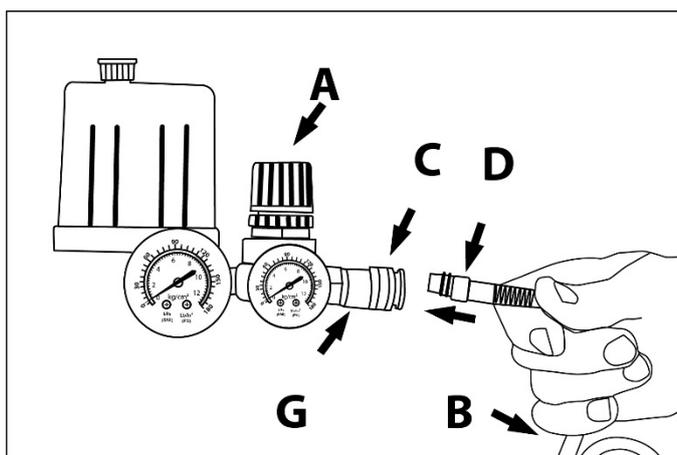

Рис. 1
6. Один конец воздушного шланга оканчивается штуцером **D**. Вставьте ее с нажимом в выходное отверстие **C** на компрессоре (рис. 1). При правильном подсоединении слышится характерный металлический щелчок.
10. По окончании работы перекройте струю сжатого воздуха, повернув ручку **A** против часовой стрелки. Некоторое время продолжайте работать пневмоинструментом, пока не убедитесь, что остаточный воздух больше на него не поступает. После этого отключите шланг от компрессора, оттянув назад наружное кольцо **G** (рис 1). Отсоединив шланг, можно отсоединить штуцер **E** пневмоинструмента. Для этого повторите те же действия, что и при подсоединении штуцера **D** (рис.1).